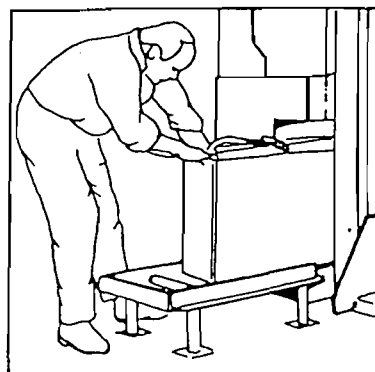

Abb. 15
5. Batterierollwagen oder Batteriewechselgestell in Position neben das Fahrzeug bringen (Abb. 15) und Batterie darauf ziehen.